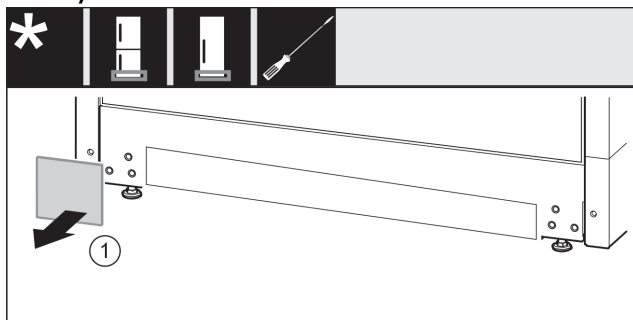

Fig. 13
- ▶ Odoberte kryt. Fig. 13 (1)